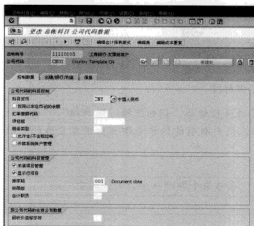

图 5-13 编辑科目属性
STEP 3 账号创建后，可对创建的科目属性进行编辑，例如选择“科目货币”、“公司代码的科目管理”等选项。编辑完成单击“”按钮保存即可，如图 5-13 所示。